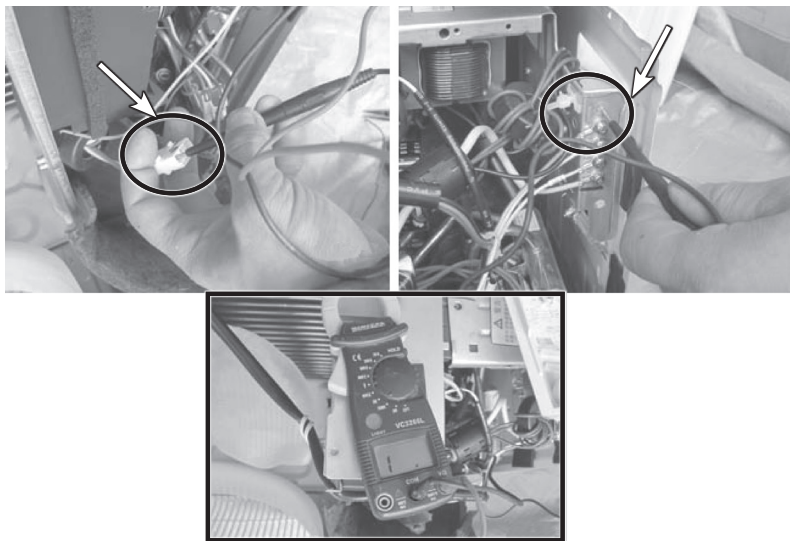

图 4-40 测量压缩机与外壳电阻
10) 取下压缩机连机线,单独测量压缩机与外壳阻值为无穷大,如图 4-40 所示。此数据证明压缩机正常。